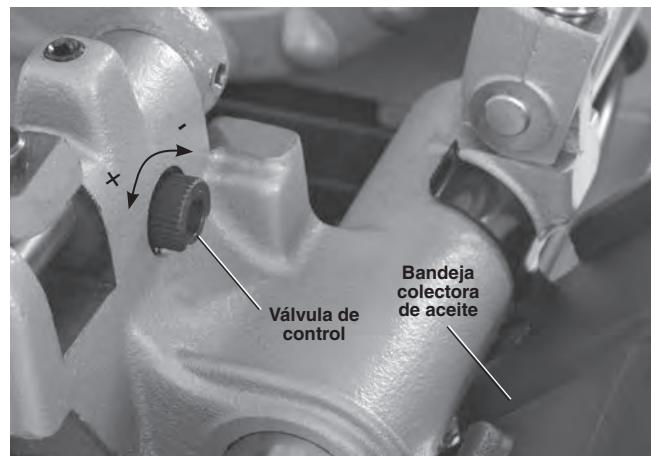

Figura 5 – Ajuste del flujo de aceite
11. Revise el nivel de aceite de corte RIDGID. Extraiga la bandeja de virutas y el revestimiento de la bandeja colectora de aceite. Verifique que el conjunto de filtro de malla esté completamente sumergido en aceite. Vea *Mantenimiento del sistema de aceite*. Si la máquina tiene una bandeja colectora de aceite, verifique que esté bien colocada para que el aceite que gotea del cabezal de terrajas caiga en la bandeja colectora de aceite (vea la *Figura 5*).
- Coloque el cabezal de terrajas en la posición de uso. Pise el interruptor de pie y manténgalo oprimido. Verifique que fluya aceite por el cabezal de terrajas. Quite el pie del interruptor. Puede ajustar el flujo de aceite con la válvula de control en el carro (*Figura 5*). Si gira la válvula a la derecha disminuye el flujo y si la gira a la izquierda aumenta el flujo. No ajuste la válvula si la máquina está andando.